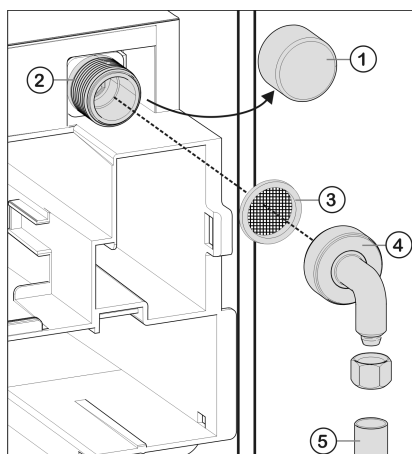

Fig. 31
- Retire el tapón Fig. 31 (1) de la electroválvula Fig. 31 (2).
- Asegúrese de que la junta Fig. 31 (3) está introducida en la pieza angular Fig. 31 (4) suministrada.
- Conecte la pieza angular Fig. 31 (4) en la electroválvula Fig. 31 (2) y apriétela, por ejemplo, con una llave de boca.
- Conecte la tubería doméstica Fig. 31 (5) (por ejemplo, de cobre) en la pieza angular Fig. 31 (4). Antes del montaje en el habitáculo: